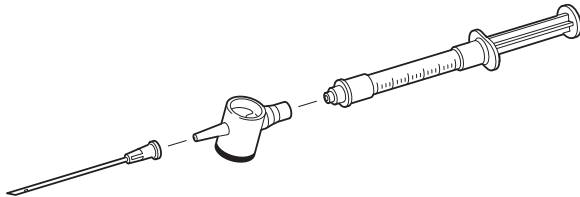

Figura 1
4. Retire a tampa da seringa pré-cheia e enrosque a seringa na haste de câmara restante. Tenha cuidado para não contaminar a via de fluido. Consulte a figura 1.